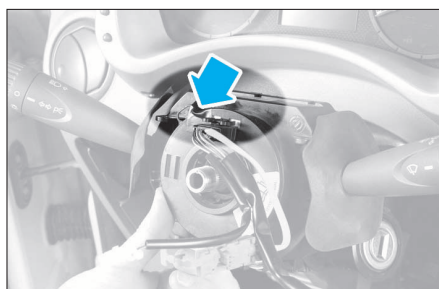

FIG. 34
- Apposer du ruban adhésif comme illustré (Fig.34) sur la platine tournante du contacteur tournant.